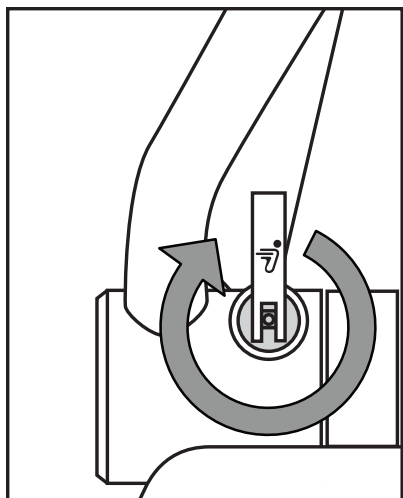

图 5. 紧固免工具释放杆
5. 安全地拧紧免工具释放杆，使其手柄处于闭合位置。请参见图 5。